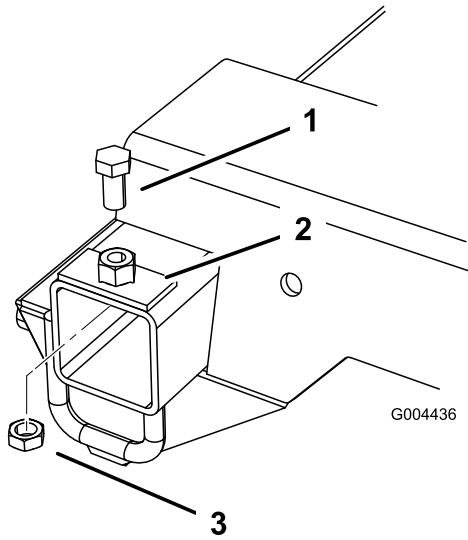

Figure 4
3. Placez la plaque sur le trou percé dans le cadre, et fixez-la en place au moyen du boulon (1/2 x 1 po) et de l'écrou de blocage (1/2 po) ; voir Figure 4.